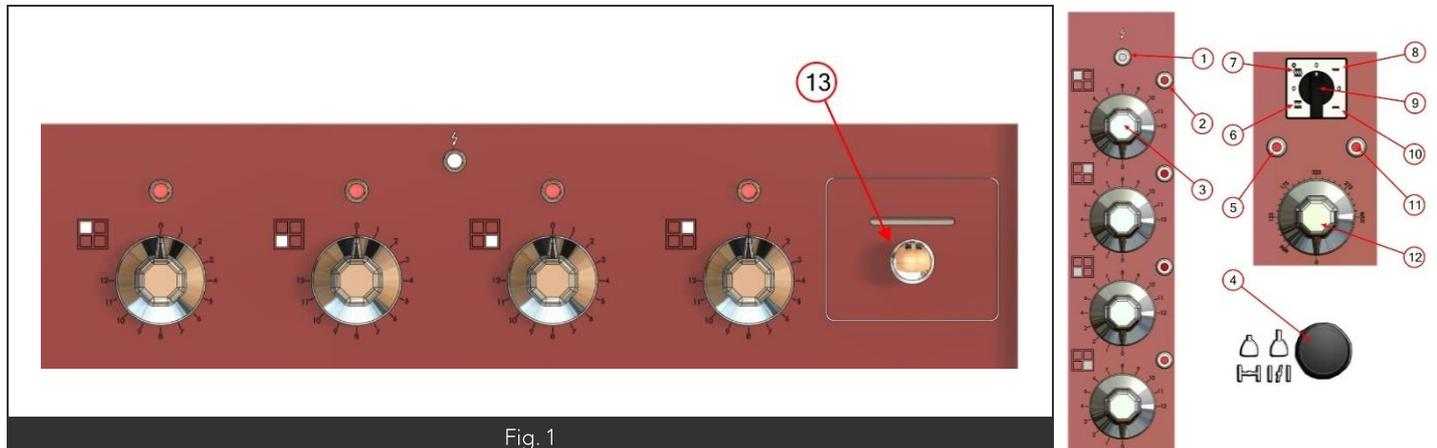

Fig. 1
L'appareil étant sous tension (voyant blanc allumé Fig1 Rep3)
- Tourner la manette du commutateur sur la position désirée (Fig1 Rep5)
- Le voyant ambré s'allume. (Signe de mise en fonction) (Fig1 Rep4)
- Sélectionner la température désirée en agissant sur la manette du thermostat (Fig1 Rep8).
- Le voyant orange s'allume (Fig1 Rep7) lorsque la température est atteinte ce voyant s'éteint.
- Positionner la manette du commutateur de four sur la position désirée (voute, voute sole, sole (Fig1 Rep 6-9.) le voyant ambré s'allume (Fig1 Rep 5 ou 11).
- Tourner la manette du thermostat (Fig1 Rep 12) sur la température désirée.